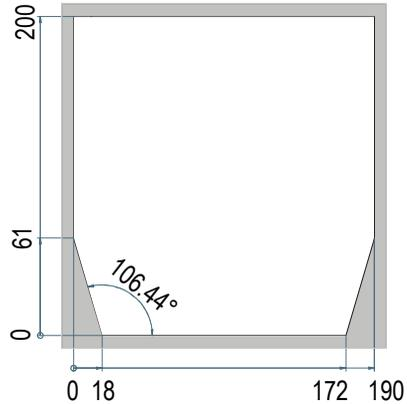

Fig. 4
1. Einen Tafelausschnitt vornehmen, wie in Bild 4 und Bild 5 beschreiben.